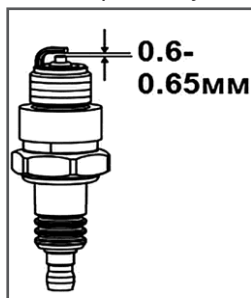

Рис. 19 Свеча зажигания
4. Измерьте зазор между электродами свечи зажигания специальным щупом. Зазор должен быть 0,6-0,65 мм (Рис. 19). При увеличении или уменьшении требуемого зазора рекомендуется заменить свечу, так как регулировка зазора может привести к изменению качества искрообразования.